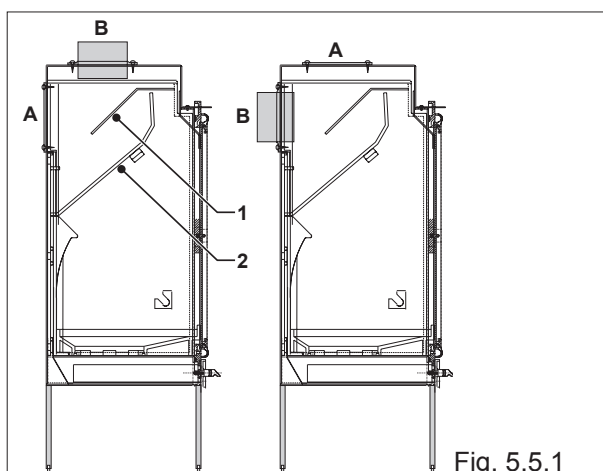

Fig. 5.5.1
5.5 CONVERSION SORTIE FUMÉES SUPERIEURE / ARRIERE (FIG.5.5.1)
5.5 CONVERSIÓN SALIDA HUMOS SUPERIOR/ POSTERIOR (FIG. 5.5.1).